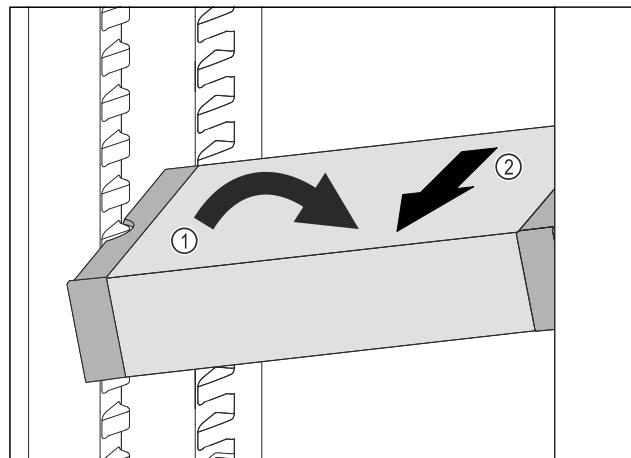

Fig. 114
- VarioSafe postavte v chladničke šikmo. Fig. 114 (1)
- VarioSafe vyberte dopredu. Fig. 114 (2)